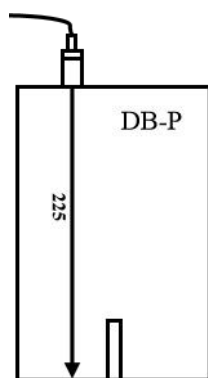

图 4.1 直探头自动校准时探头放置区域
①物品准备：**KODIN 6A-UT** 智联型超声波探伤仪、直探头（2.5P20）、探头线、DB-P（Z20-2）试块、耦合剂（如机油、化学浆糊）等。
②开启本仪器，点击进入探伤软件【KODIN 6A-UT】。
③通过探头线将直探头连接到仪器的探头接口上。
④取适量耦合剂均匀涂覆在 DB-P 试块表面上的待测区域。
⑤进入参数设置界面，根据工作需要，选择通道并输入阻抗匹配、脉冲宽度、发射电压、工作方式、探头类型、探头频率、探头规格和检波方式等多个参数值。
①将直探头放置于 DB-P 试块的上表面待测区域（如图 4.1 所示），通过微调探头位置，获得较稳定的回波，按住并保持不动，直至自动调校完成。